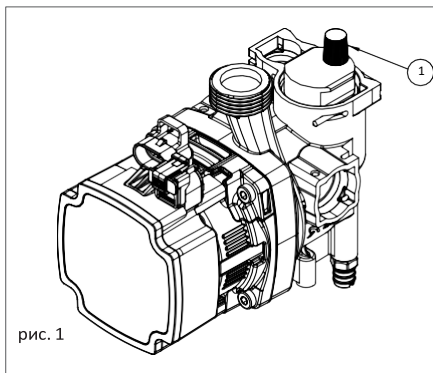

рис. 1
1. злегка відкрутіть ковпачок автоматичного повітровідвідника насоса (1-рис. 1), щоб випустити повітря з системи;